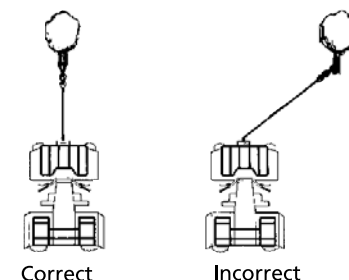

Figure 6
13. ÉVITEZ LES TREUILLAGES CONTINUS EFFECTUÉS À DES ANGLES EXTRÊMES car ils enrourleront le câble sur un côté du tambour (Fig. 6). Ceci peut coincer le câble dans le treuil et endommager le câble ou le treuil.